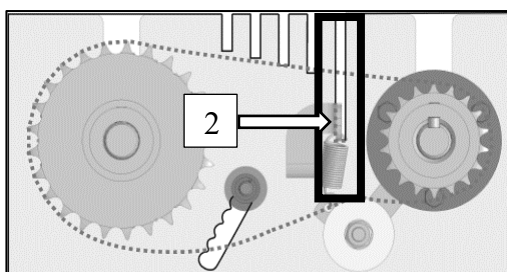

Рисунок 50 – Положение фиксатора
2. Установить фиксаторы (2) натяжного ролика в самую глубокую риску корпуса коробки, рис. 50.